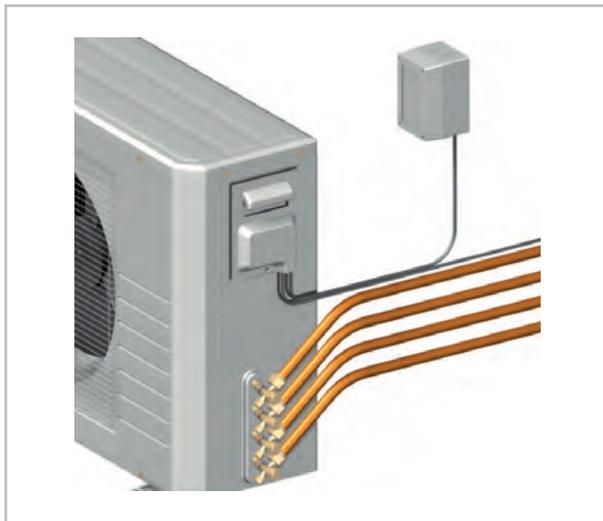

Abb. 17: Anschluss des Aussenteils
- Der Anschlusskasten ist bauseitig in der Nähe des Außenteils zu installieren. Wir empfehlen, einen Haupt- bzw. Reparaturschalter einzusetzen (Abb. 17).